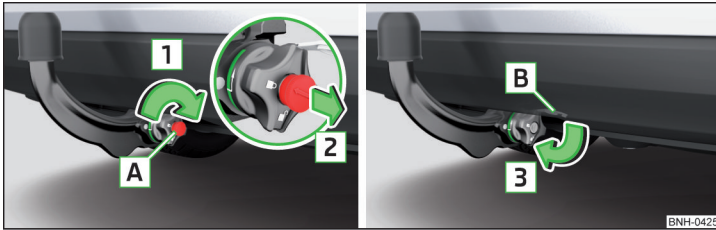

Abb. 134 Schloss verriegeln und Schlüssel abziehen / Kappe auf das Schloss stecken
- > Den Schlüssel **A** in Pfeilrichtung **1** drehen, sodass der Pfeil am Schlüssel zum Symbol \hat{B} » Abb. 134 zeigt.